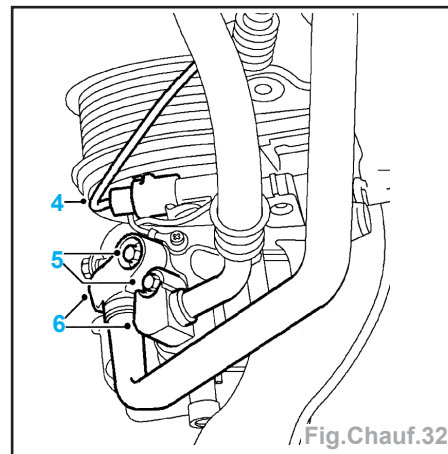

Fig. Chauff.32
- Débrancher la fiche (4) multibroches du compresseur de climatisation d'air (Fig. Chauff.32).
- Déposer les 2 boulons (5) maintenant les raccords union de tuyau de climatisation d'air sur le compresseur.
- Dégager les raccords (6) union de tuyau de climatisation d'air du compresseur.